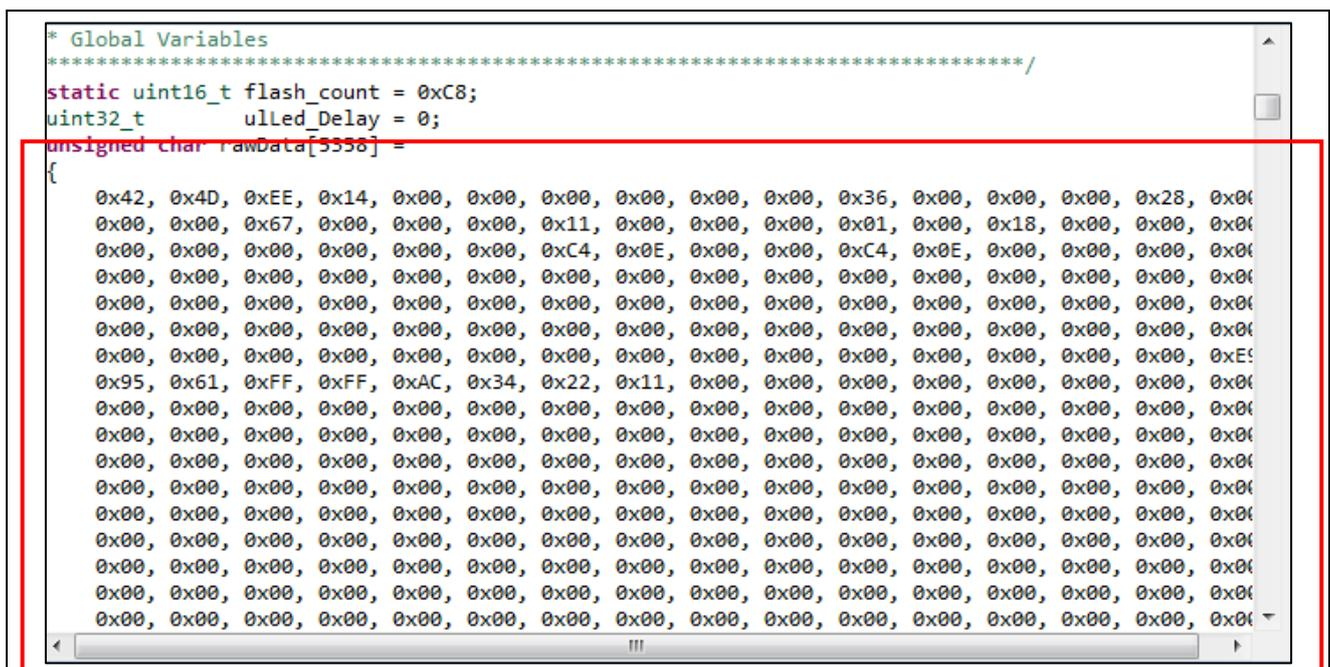

図 2 “flashled.c”でのグローバル変数への変更
- 3) 配列データ “rawData[5358]” を “flashled.c” にコピーします (図 2 参照)。次に “flashled.c” 中で、配列データ “rawData” とローカル変数 “ulLed_Delay” をグローバル変数に変更します。